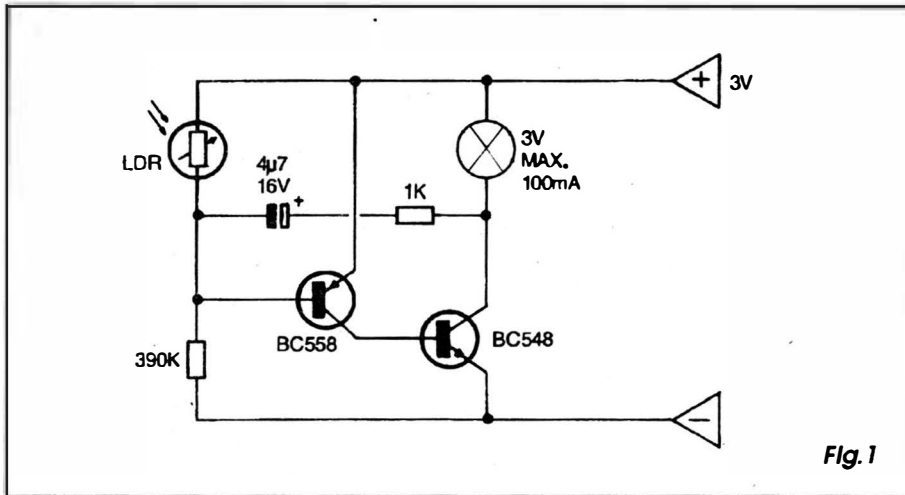

Fig. 1
- FIG. 1 - DIAGRAMA ESQUEMÁTICO DO CIRCUITO - Quem quiser (aconselhamos que *queiram*...) mais detalhes teóricos sobre o funcionamento do circuitinho, deverá procurar dados essenciais em *Lições* já bem antiquinhas, publicadas em *ABC DA ELETRÔNICA*, ainda quando esta era uma Revista independente (atualmente sai encartada em *APE*, para maior economia ao leitor...). Aqui vamos apenas dar uma idéia geral do funcionamento, não entrando em minúcias matemáticas, essas coisas... Para quem realmente está chegando agora à turma, a saída lógica é procurar adquirir (solicitem diretamente à Editora KAPROM, usando o Cupom específico que está por aí, em outra página da presente Revista...) os exemplares anteriores do *ABC* e de *APE*, já que a posse da coleção completa dessas duas Revistas é fundamental para o bom acompanhamento dos assuntos e para a própria evolução do leitor no seu hobby... Quanto ao circuito, basicamente trata-se de um oscilador do tipo *flip-flop* com transistores complementares (sendo um PNP e um NPN, de polaridades opostas, portanto...). Cada um dos transistores funciona como amplificador, estando as saídas e as entradas desses dois módulos amplificadores ligadas entre si, de forma *cruzada* (entrada de um à saída de outro, e vice-versa...). Dessa forma, com a temporização acrescentada a essa autêntica *gangorra* eletrônica, pelo capacitor de 4u7 e resistor de 1K, determi-